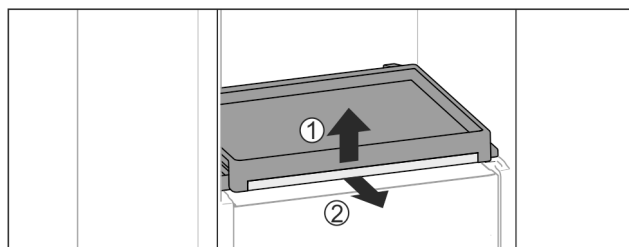

Fig. 111
- ▶ Wymywanie wysuwanej półki oraz szklanej płyty: Podnieść lekko szklaną płytę z przodu Fig. 111 (1) i wyciągnąć do przodu Fig. 111 (2).